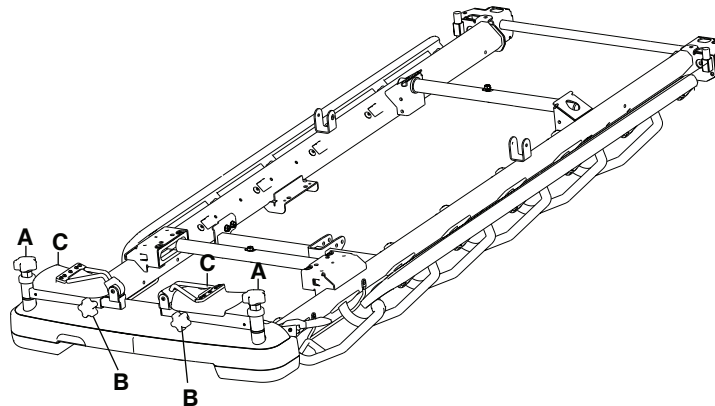

Figure 22 – Rangement des appui-pieds
3. Desserrer le bouton de jambe (B) sur le côté des appui-pieds pour ajuster la longueur.
4. Serrer le bouton de jambe (B) pour verrouiller les appui-pieds dans la position voulue.
5. Relever les appui-pieds (C) avant de positionner le patient.
6. Inverser les étapes pour ranger les appui-pieds (Figure 22).